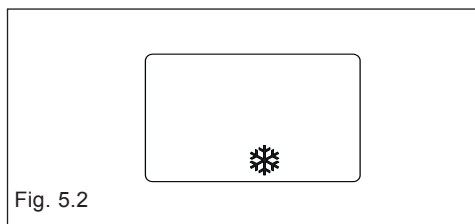

Fig. 5.2
**Antigelo:** quando la temperatura dell'acqua di caldaia scende sotto i 5°C si attiva il circolatore e, se necessario, il bruciatore alla minima potenza per riportare la temperatura dell'acqua a valori di sicurezza (35°C). Durante il ciclo antigelo sul visualizzatore digitale appare il simbolo  (fig. 5.2).